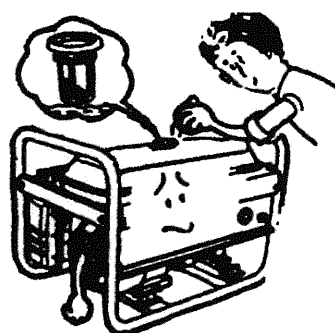

Fig. 14
- Revise nivel de gasolina, Y rellenar si fuese necesario. Asegúrate no rellenar por encima del tope. Capacidad de gasolina para la maquina: 3L (1200), 6L(1300), 15L (2500[E], 3000[E], 3200[E]), y 25L (3500[E] hasta 7500[E]). (Figure14).